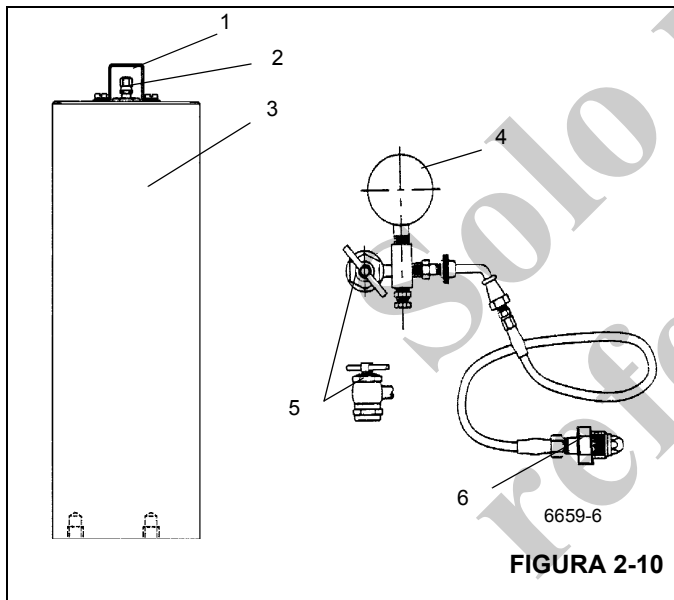

FIGURA 2-10
1. Con el motor apagado, descargue todo el aceite a presión almacenado en los acumuladores pisando el pedal de frenos de servicio en la cabina varias veces. Retire el protector y la tapa de la válvula de gas del acumulador Figura 2-10.
2. Antes de conectar el conjunto de carga de gas Figura 2-10 a la válvula de gas del acumulador, desenrosque la manija en "T" del adaptador de gas completamente (gírela en sentido contrahorario).
6. Si la presión mide 62 +4/-0 bar (900 +50/-0 psi), retire el conjunto de la válvula de carga girando la manija en "T" completamente hacia afuera del adaptador de gas y después abriendo la válvula de purga (Figura 2-10).
protector y la tapa de la válvula de gas del acumulador Figura 2-10.
3. Antes de conectar el conjunto de carga Figura 2-10 a la válvula de gas del acumulador, desenrosque la manija en "T" del adaptador de gas completamente (sentido contrahorario).
7. Si la presión de precarga es mayor que 62 +4/-0 bar (900 +50/-0 psi), cierre la válvula del cilindro de nitrógeno y abra la válvula de purga lentamente en el conjunto de carga (Figura 2-10) hasta que la presión de precarga tenga el valor correcto.